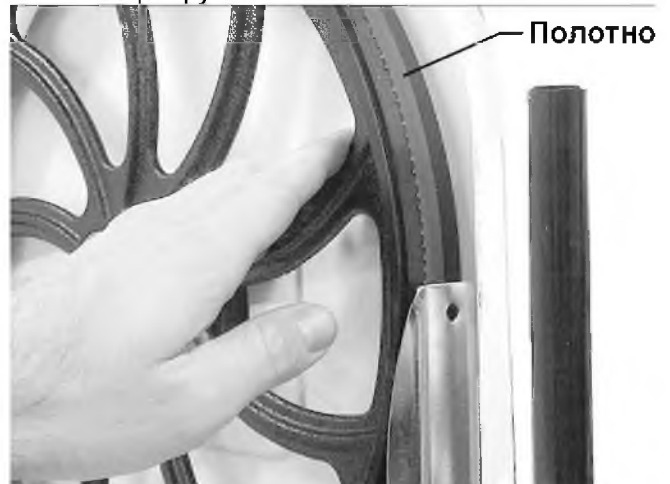

Рисунок 9.
2. Откройте верхнюю дверцу. Поверните шкив вперед и посмотрите положение ленты на нем – полотно должно быть по центру шкива. См. рис. 9.